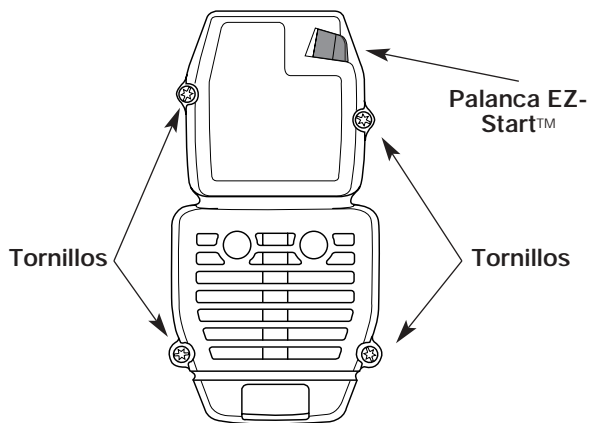

Figure 26
1. Saque los cuatro (4) tornillos que sostienen la cubierta del silenciador / filtro de aire (Fig. 26). Use un destornillador de vástago plano o de broca Torx N° T20.